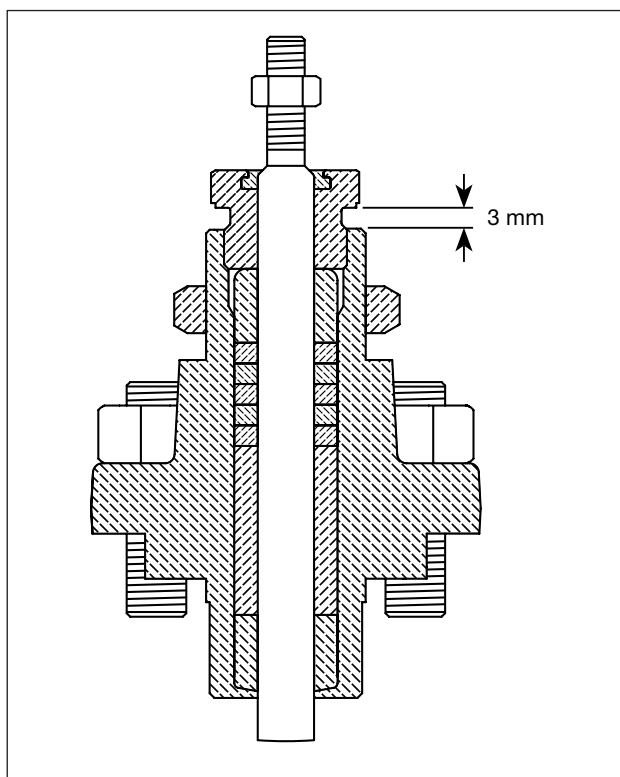

Bild 8
- ii.) Graphit Abdichtung: bis ein Spaltabstand von 3 mm zwischen der Unterseite der Stopfbuchsmutter und dem Ventiloberteil entsteht (Bild 8)
- iv.) Graphit Abdichtung: bis ein Spaltabstand von 3 mm zwischen der Unterseite der Stopfbuchsmutter und dem Ventiloberteil entsteht (Bild 8)